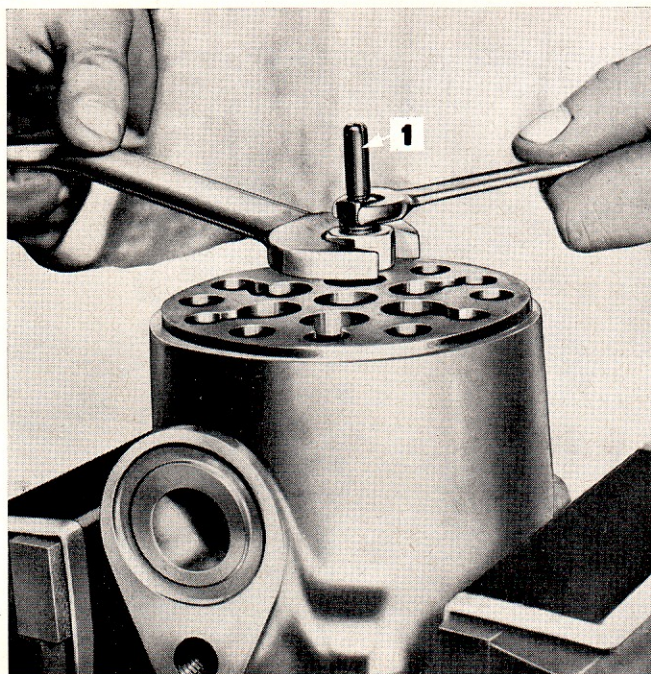

Figure 83: Dépose d'un siège de clapet d'aspiration
- ration, au moyen de l'outil no NCA 600 G (Figure 83).